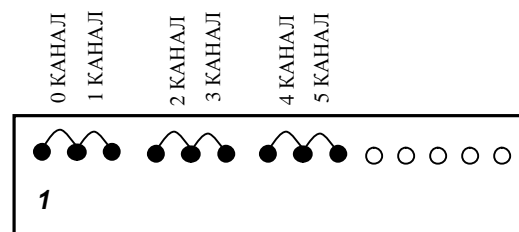

Рис.5. Расположение перемычек на разъеме с 0 по 5
2.4.2. Открыть крышку блока электронного, отсоединить съемную часть разъема на внутренней стороне лицевой панели блока и выкусить на ней перемычки незадействованных каналов. Пример расположения перемычек для шести задействованных каналов приведен на рис.5.